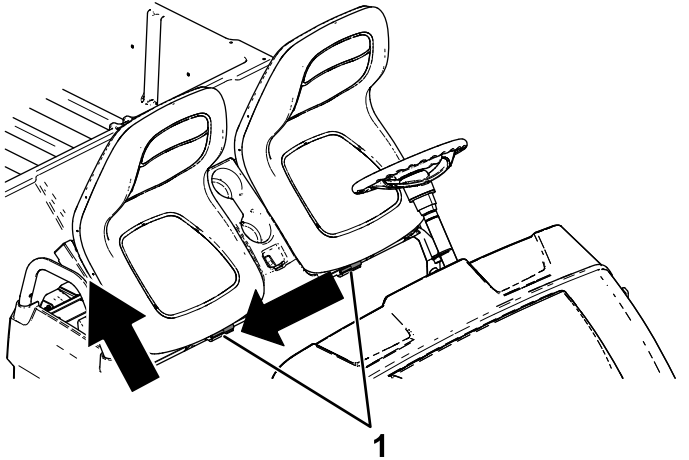

Figura 28
2. Fate scorrere il gruppo sedile sul lato estraendolo dai perni e sollevatelo (**Figura 28**).